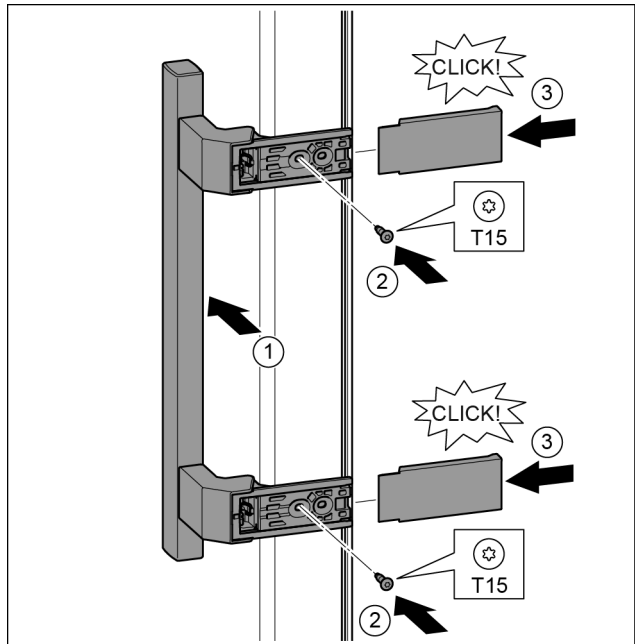

Fig. 39
- ▶ Držadlo nasadte na opačnú stranu. Fig. 39 (1)
- ▶ Skrutkovačom T15 pevne zaskrutkujte skrutky. Fig. 39 (2)
- ▶ Kryt nasadte a nasuňte z boku. Fig. 39 (3)